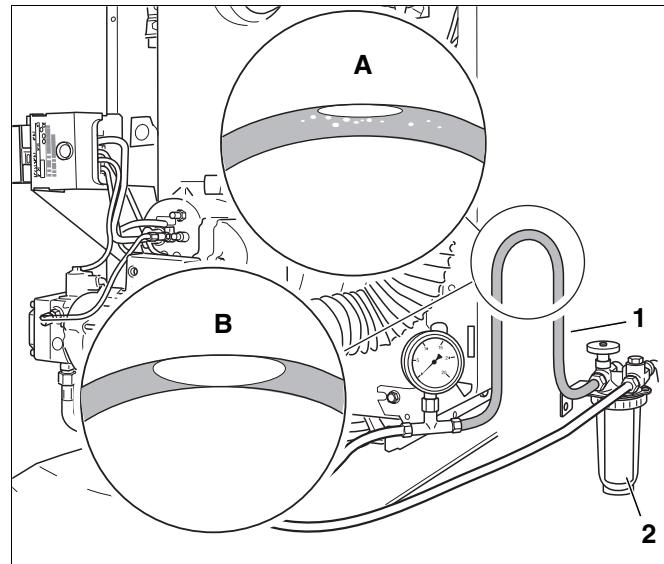

Рис. 39 Вертикальная петля прозрачного шланга
- Соединить прозрачный шланг (Рис. 39, **поз. 1**) со всасывающей линией за топливным фильтром (Рис. 39, **поз. 2**).
- Сделать из прозрачного шланга вертикальную петлю так, как показано на (Рис. 39).
- Проверить размеры воздушного пузырька, образовавшегося в шланге (Рис. 39, **вид А** и **В**).
Топливопровод достаточно герметичен, если воздушный пузырек в верхней части шланга имеет небольшие размеры (Рис. 39, **вид А**).
Большой воздушный пузырек (Рис. 39, **вид В**) говорит о том, что на всасывающей линии и/или в местах подключений имеются неплотности.